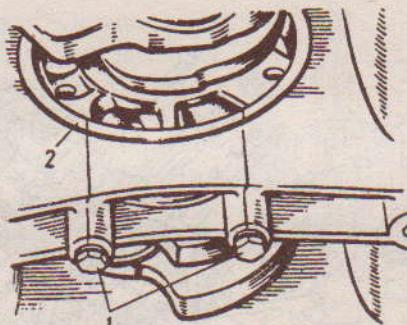

Рис. 2.9. Крепление средней опоры: 1 - болты крепления средней опоры; 2 - средняя опора
- ✓ отвернуть 4 гайки крепления передней опоры и два болта крепления средней опоры (рис. 2.9) и извлечь их;